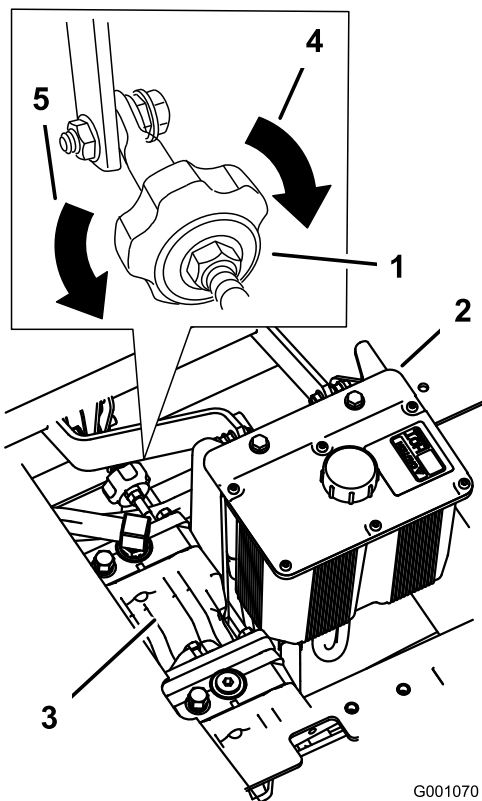

Figura 71
2. Ajuste la longitud de la varilla de la bomba girando el pomo, en el sentido apropiado, hasta que la rueda quede estacionaria o se mueva muy lentamente en marcha atrás (Figura 71).